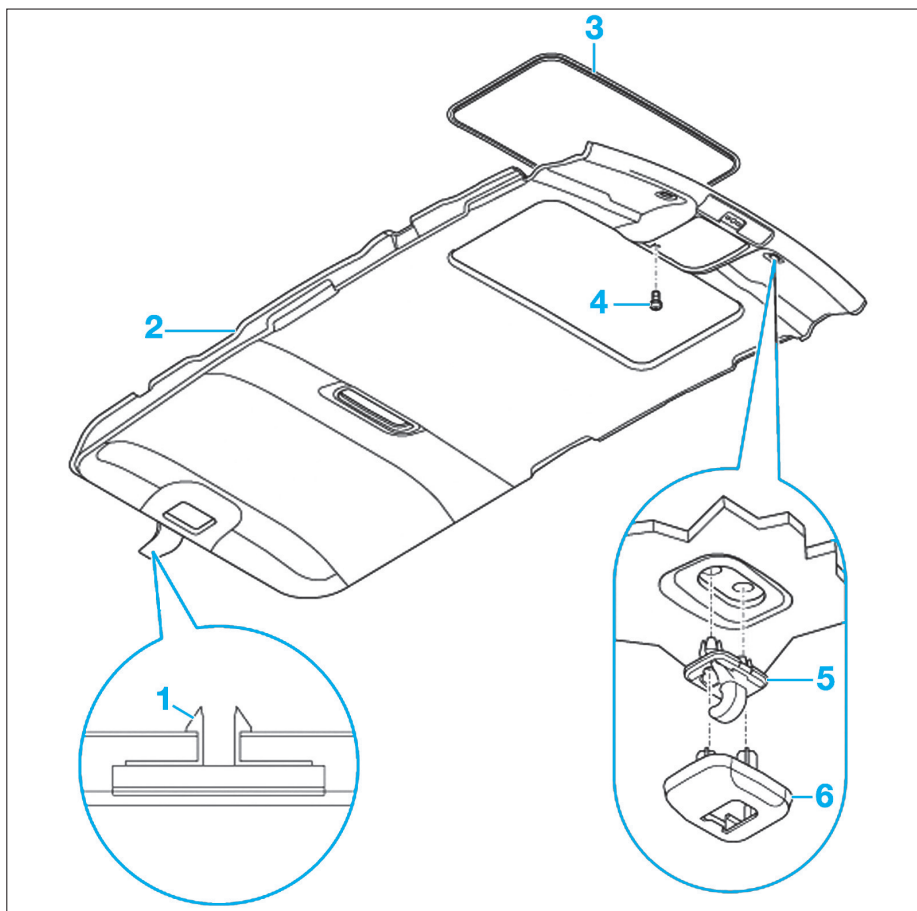

Fig. 38
- Dégraffer les capuchons (6) (Fig.38).
- Extraire le palier central de pare-soleil (5).
- Le cas échéant, desserrer la vis (4) située à l'avant au niveau du ciel prémoulé (2).